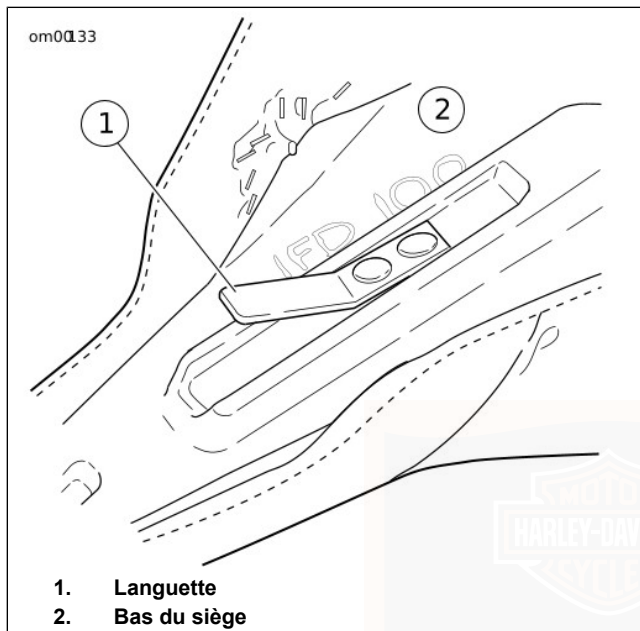
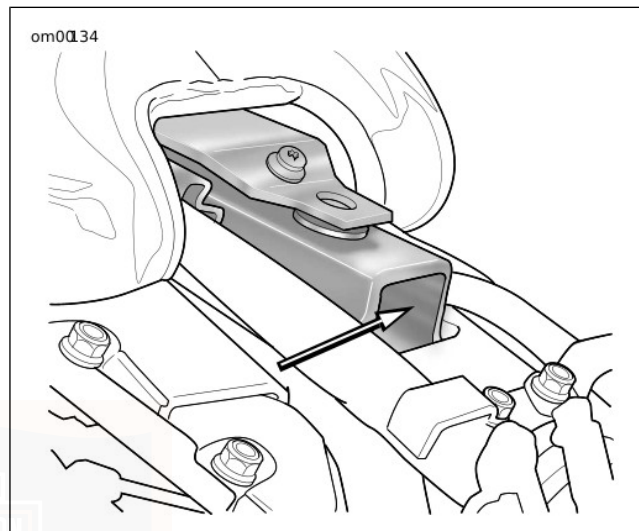

Figure 61. Languette de siège
Figure 62. Cadre arrière
Voir la Figure 61 et la Figure 62. Toutes les motos Softail Harley-Davidson disposent d'une languette sous le siège qui glisse dans une fente vers l'extrémité arrière du cadre.
2. Voir la Figure 61. Pousser le siège vers l'arrière pour libérer la languette à l'avant du siège de la fente ou du support dans le cadre arrière.